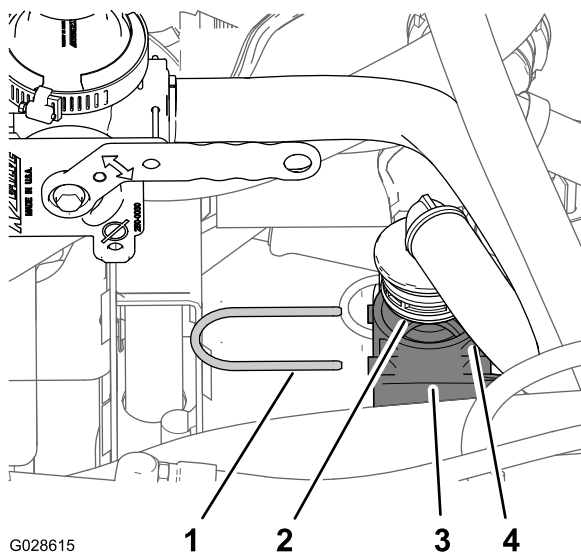

Figura 27
1. Introduceri fittingul inelat de 90° al furtunului de bypass ejector în fittingul în T inferior (**Figura 27**) cu care ai lucrat la pasul 2 din **Pregătire pentru montarea supapei ejectorului** (Pagină 11).
2. Fixai fittingul de 90° la fittingul în T inferior cu opritorul (**Figura 27**) pe care l-ai îndepărtat în 2 **Pregătire pentru montarea supapei ejectorului** (Pagină 11).